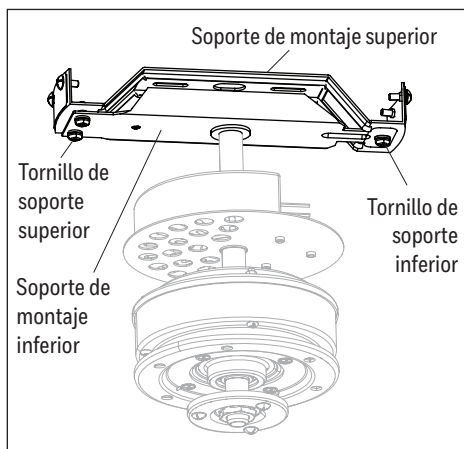

Figure 2.4
4. Vuelva a instalar el tornillo del soporte inferior previamente retirado y los tornillos del soporte superior para fijar el soporte de montaje inferior al soporte de montaje (Figure 2.4).